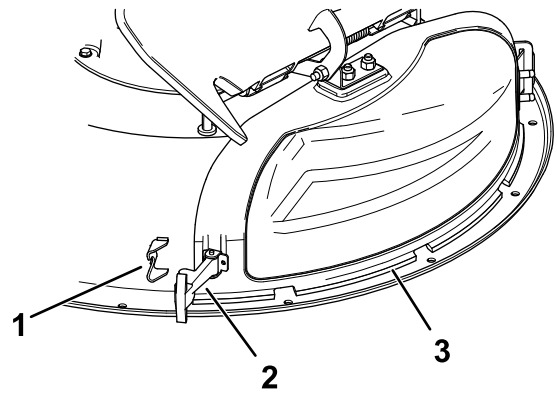

Figure 11
3. Dégagez le loquet à poignet flexible de la gâche sur le couvercle d'éjection et faites pivoter ce dernier sur la droite (Figure 11).